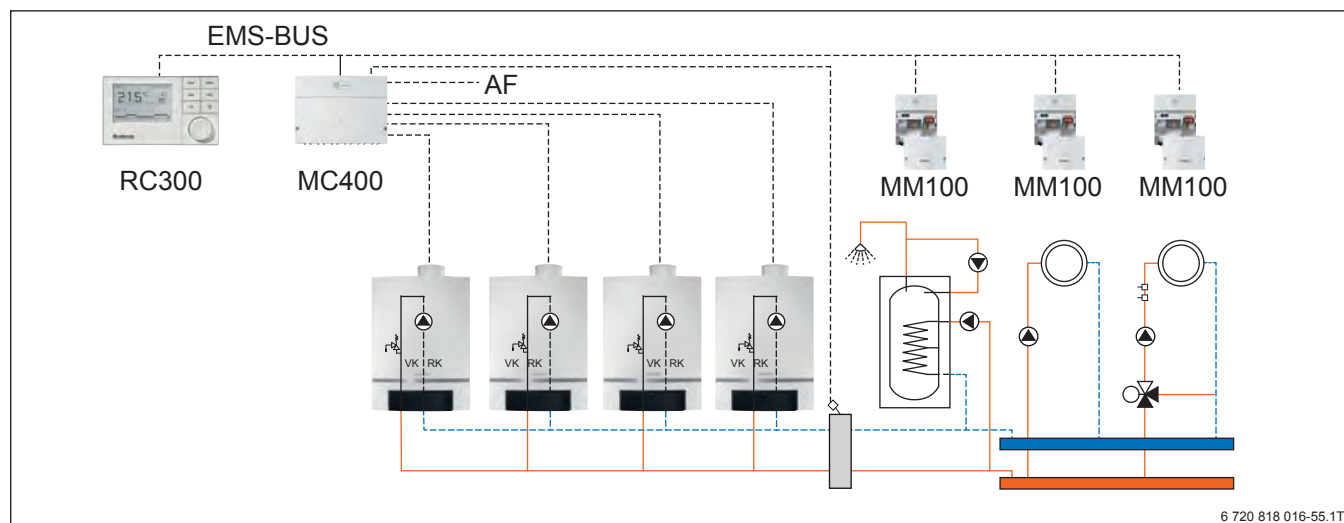
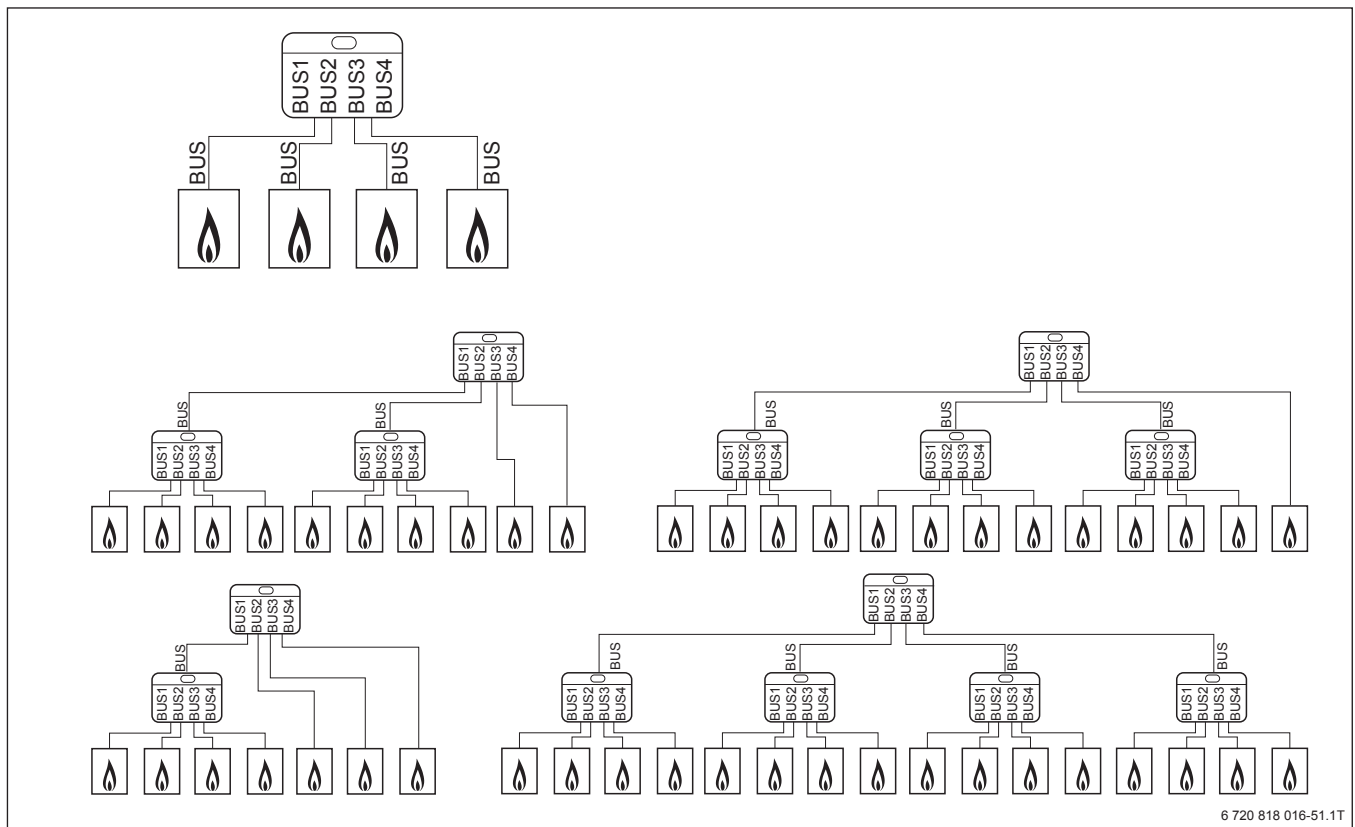

Bild 84 Kaskadenmodul MC400
Bild 86 BUS-Aufbau für Kaskaden bis 16 Geräte
- Jeder EMS-Kessel (Klemme „BUS“ und „EMS“) wird einzeln mit dem Modul MC400 verbunden (MC400 Klemme „BUS1...4“) → Bild 86, Seite 112. Die anlagenseitigen Funktionsmodule und Fühler werden direkt am Modul MC400 installiert, nicht am Wärmeerzeuger → Bild 84, Seite 109.